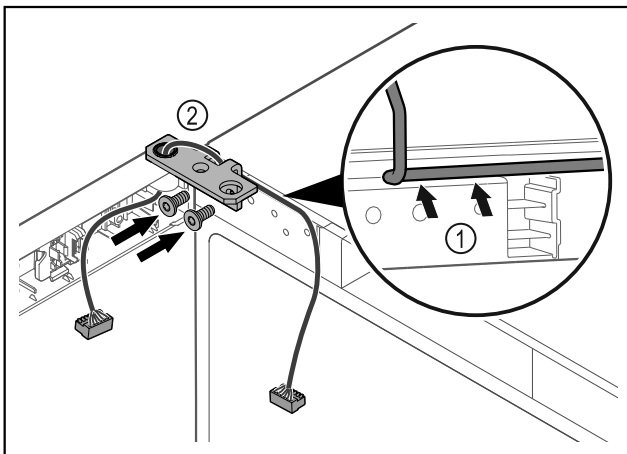

Fig. 41
- ▶ Juhtige kaabel läbi šarniirnergiku väljalõike ja vedage ettevaatlikult Fig. 41 (1).
- ▶ Kruvige šarniirnergik Fig. 41 (2) külge.